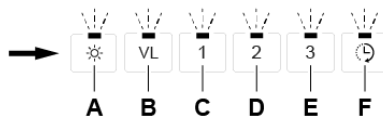

Fig.12
- Vid lyckad omprogrammering av funktionsläget så kommer dioderna för samtliga knappar att blinka, se Fig.12.